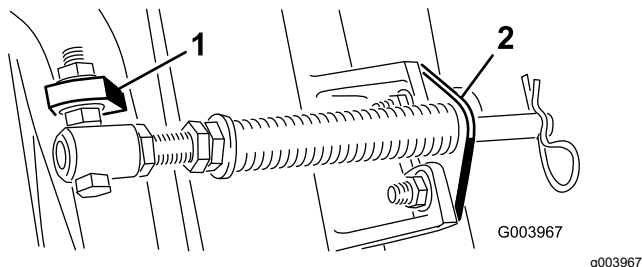

Figura 5
4. Montate la staffa dell'asta sulle alette degli elementi di taglio usando i bulloni a testa tonda e i dadi (Figura 5).